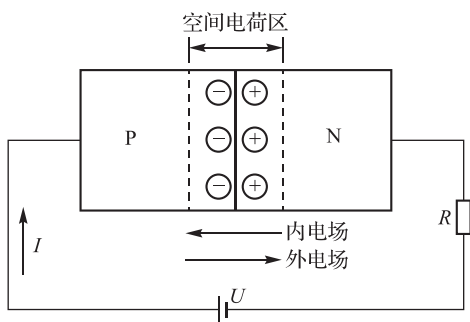

图 1-7 外加正向电压
(1)正向特性。正向特性是 PN 结外加正向电压,即电源正极接 P,电源负极接 N 时的特性,如图 1-7 所示。PN 结外加正向电压也称为正向偏置,这时外电场与内电场方向相反,因而削弱了内电场,使空间电荷区宽度减小,N 型半导体中的电子和 P 型半导体中的空穴都能顺利地通过 PN 结,形成较大的扩散电流;少数载流子数量很少,其漂移形成的电流很小,与扩散电流相比可忽略。所以,外加正向电压时,主要是扩散电流流过 PN 结,也称为正向